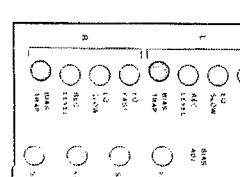

Fig. 6.4-10
- Mit Reglern BIAS TRAP L und R auf Spannungsnennwert einstellen (<350 mV), Fig. 6.4-10.
- Adjust the controls BIAS TRAP L + R to obtain a minimum voltage indication (<350 mV), fig. 6.4-10.
- Réglez les BIAS TRAP L et R au minimum de tension (<350 mV), fig. 6.4-10.